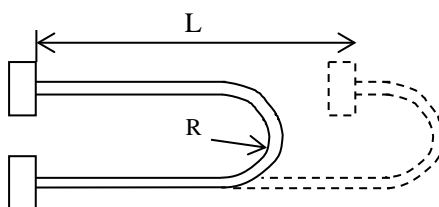

图 M.4 (a) 电缆使用寿命试验
- 1 如图 M.4(a)所示，进行固定，并反复左右平行移动，避免电缆的 2 处在线心相互间及线心与外覆之间移动。